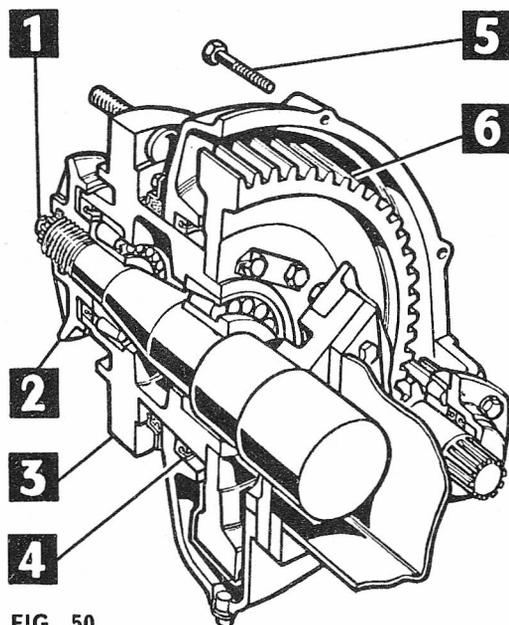

FIG. 50
Qualora si voglia smontare un riduttore, occorre togliere la vite di fissaggio del coperchio mozzo, estrarre il fermo (1 - fig. 50), svitare il coperchio (2) che serve a regolare i cuscinetti a rul-